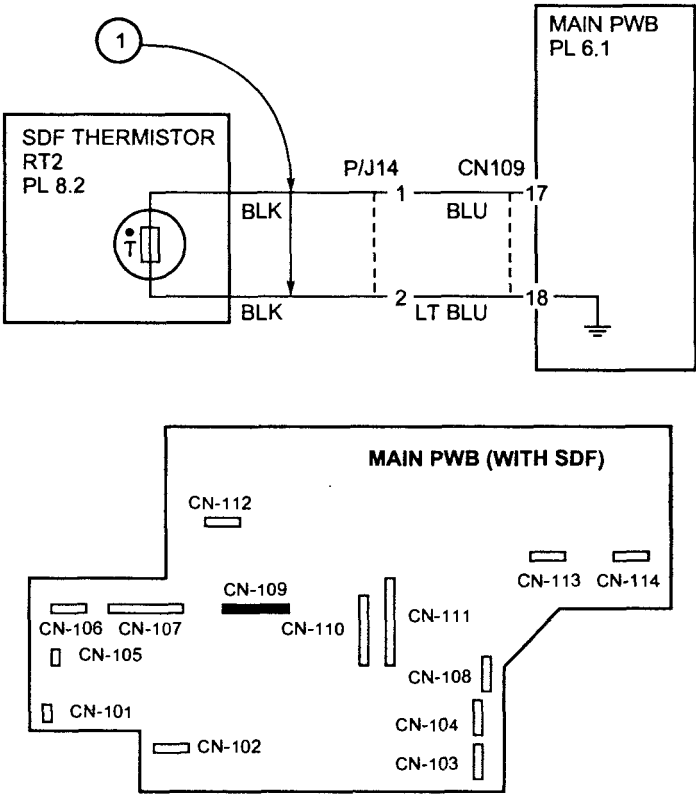

Рис. 9.16. «Код состояния U2, U5»
Выполните процедуру сброса кода состояния U2. Если неисправность сохраняется, замените главную печатную плату (рис. 9.16).
- Если вентиляторы в порядке, переходите к флажку 1 и проверьте цепь термистора на обрыв цепи и короткое замыкание (рис. 9.16).